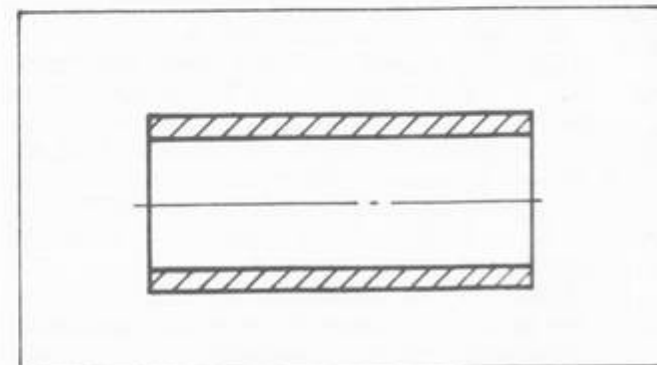

Рис. 11
27. Определите последовательность изготовления детали, показанной на рис. 11, и соответственно пронумеруйте операции. 1. Подрезание торца. 2. Отрезание детали. 3. Цилиндрическое точение. 4. Сверление отверстия. Ответ: 1, 3, 4, 2.